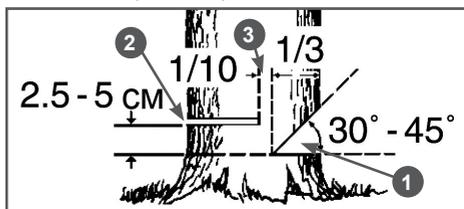

Рис. 14 Расположение запила, пропила и недопила
- Начните пилить с той стороны дерева, куда оно должно упасть (Рис. 14). Сделайте запил 1 с той стороны, куда должно упасть дерево, глубиной примерно $1/3$ диаметра ствола и под углом от 30 до 45 градусов (Рис. 14). Линия стыка двух пропилов, образующих запил, называемая направляющей линией, должна располагаться как можно более горизонтально и под углом 90 градусов к направлению валки.
- Сделайте основной валочный пропил 2 с противоположной стороны, выше основания запила на 2,5-5 см. Между основным пропилом и запилом должен оставаться недопил 3 примерно $1/10$ диаметра ствола. Вставьте своевременно клин в пропил 2 (Рис. 14). Недопил 3 действует как шарнир и
позволяет контролировать падение дерева (Рис. 14).
Ни в коем случае не допиливать до конца недопил 3 (Рис. 14), так как вы не сможете контролировать направление падения дерева.